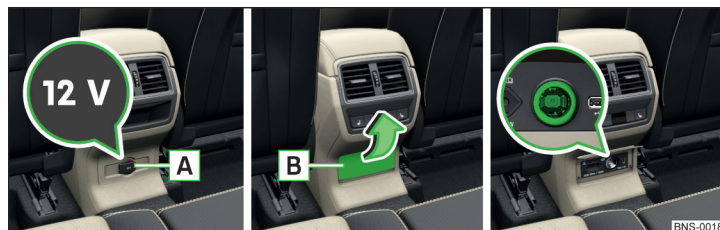

Fig. 133 Cubierto del enchufe de 12 voltios / Abrir la cubierta del enchufe de 12 voltios
- Para el uso, abrir la cubierta [A] y/o la tapa [B] en el sentido de la flecha » fig. 133.